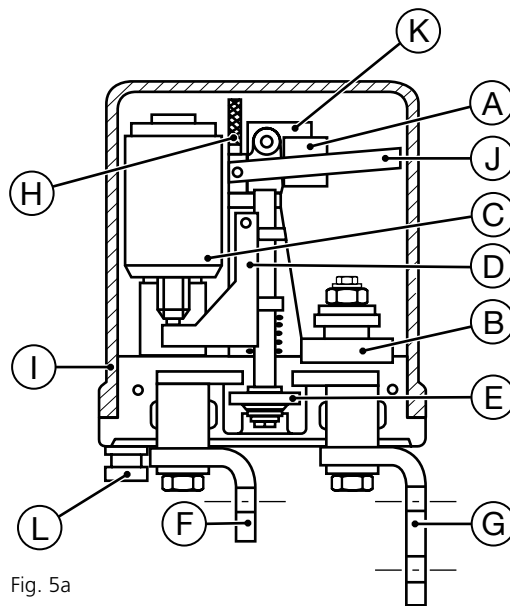
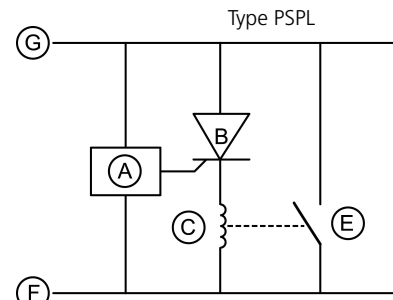

Fig. 5a
Fig. 5b
Les appareils types PSPL et PSNP ont les mêmes dimensions. La figure 5a donne une description et les dimensions. Les figures 5b et 5c donnent le schéma de principe des appareils types PSPL et PSNP et font apparaître ce qui les différencie.
- CAS 2 : Si l'énergie du défaut est plus importante, le court-circuiteur est actionné par l'électro-aimant C par l'intermédiaire du déclencheur mécanique D. Le court-circuiteur E se ferme et établit alors un court-circuit définitif entre G et F (voir fig. 7a, 7b, 7c). Le courant de défaut I_p sera éliminé par un disjoncteur ou un fusible. L'indicateur visuel H indique le fonctionnement de l'appareil et une signalisation à distance est possible par le microcontact K et son connecteur L. Pour ramener l'appareil à son état initial, il faut enlever le capot I et tirer sur le levier de réarmement J du court-circuiteur mécanique E (fig. 5a).